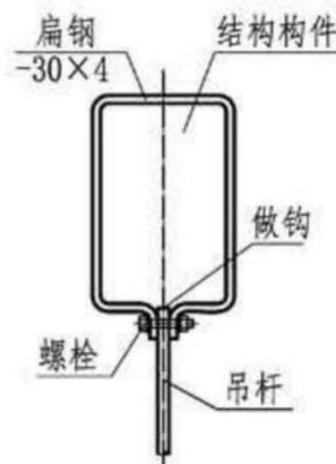

图11
2. 图8、图11~图16均采用吊钩连接，其做法参见本图集第45页图5。